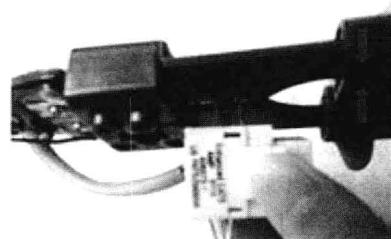

图 1-21 用剪线工具剪去多余的芯线
⑥ 打线全部完工后，用网线钳的剪线刀口或者其他剪线工具剪除在模块卡线槽两侧多余的芯线（一般仅留0.5cm左右的长度），如图1-21所示。